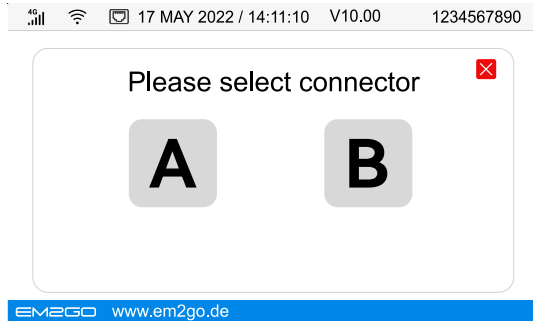

Abb. 6-2 Auswahl des Ladepunkts
1. Um das lokale Lastmanagement zu nutzen, verbinden Sie bis zu 16 Ladestationen per Kabel über Ethernet mit einem Netzwerkschwitch oder Router (siehe **Abschnitt 5.1.4** und **Abb. 6-2**).